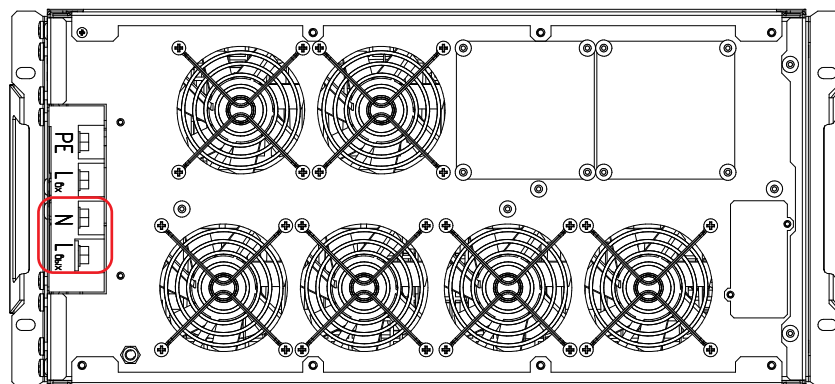

Рисунок 30. Стабилизаторы Штиль IS12000RT и IS15000RT. Выводы «N-Lвых»
- у моделей IS12000RT, IS15000RT и IS20000RT к выводам «N-Lвых» (**рисунок 30**).